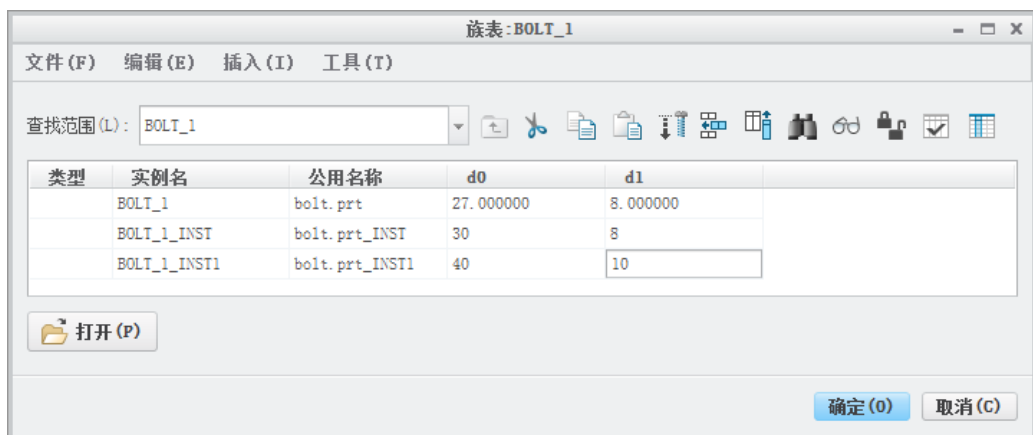

图 7.1.5 创建零件族表尺寸
Step5. 单击 **确定** 按钮回到“族表 BOLT\_1”对话框（一），各实例零件的尺寸项已存在于族表当中，依次单击各单元格，输入图 7.1.5 所示的实例零件尺寸。